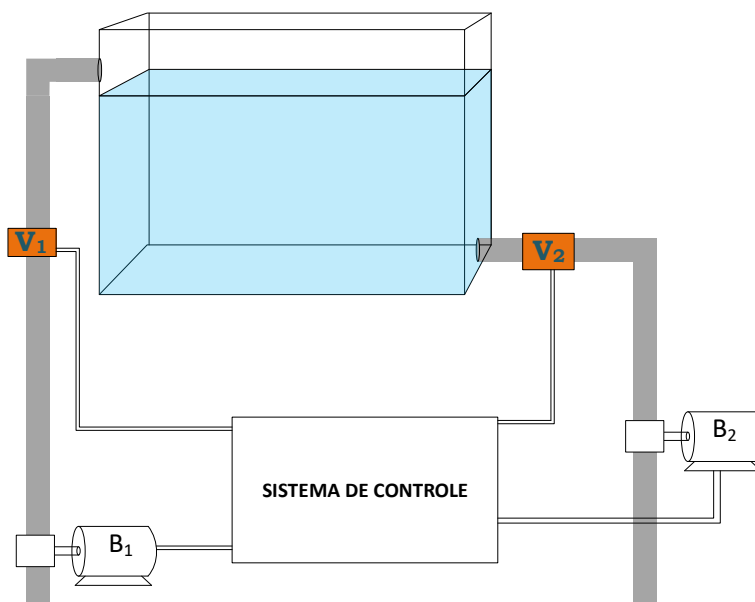

Figura 1. Esquemático da planta industrial
O cálculo por janelas deslizantes permite a obtenção do valor RMS de uma grandeza amostra a amostra, ou seja, a cada nova amostra processada o valor RMS é atualizado com base no conjunto de amostras que formaram o último ciclo. A versão contínua do cálculo a ser realizado é mostrado na equação (1) e a versão discreta é exibida na equação (2). A Figura 1 ilustra a localização das amostras.